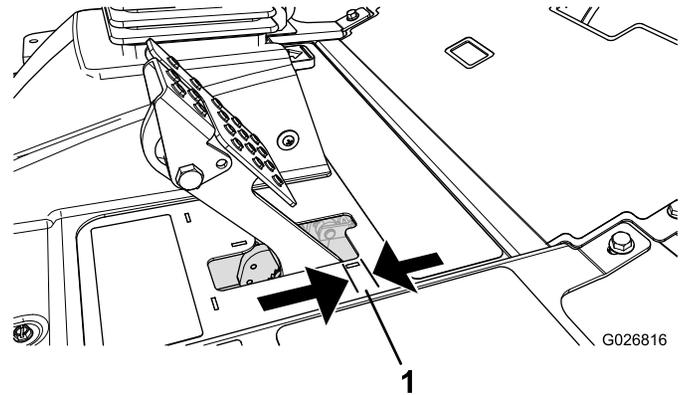

图63
当刹车踏板的自由行程图63超过 2.5cm 时或需要施加更大保持力时应调节刹车。自由行程是您感到刹车阻力之前刹车踏板移动的距离。
2. 紧固后螺母向后移动拉线直到刹车踏板的自由行程图63达到 0.6312.7mm 然后锁定车轮。